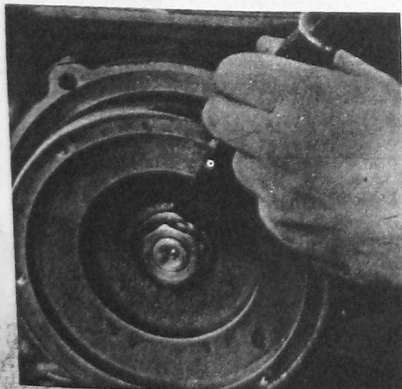

Fig. 44
2. Schwungscheibe aufschieben und leicht anklopfen (Fig. 44).
2. Slide flywheel over and tap it lightly into place (Fig. 44).